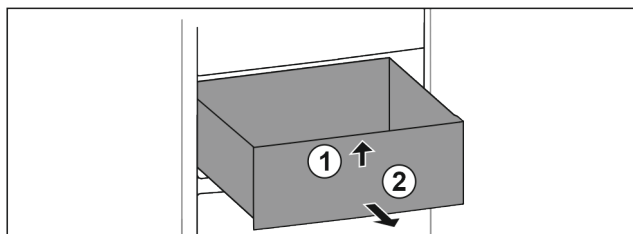

Fig. 68
- ▶ Unieść szufladę z przodu. Fig. 68 (1)
- ▶ Wyjąć szufladę do przodu. Fig. 68 (2)